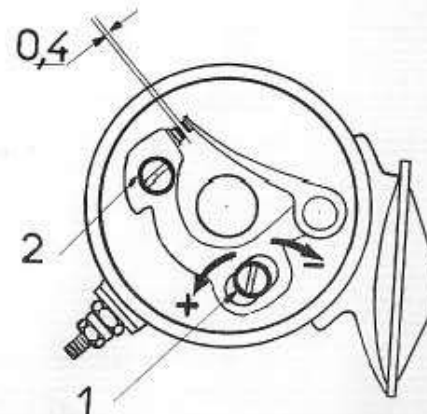

Fig. 18
- **Cas SEV :** Réglage par la vis (1), blocage par la vis (2) (Fig. 18).